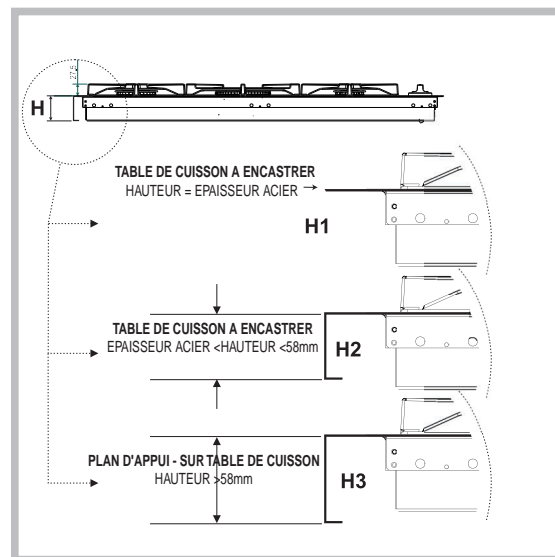
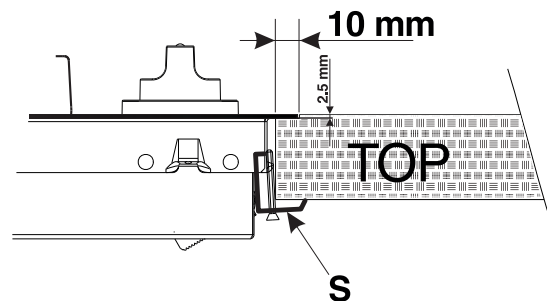
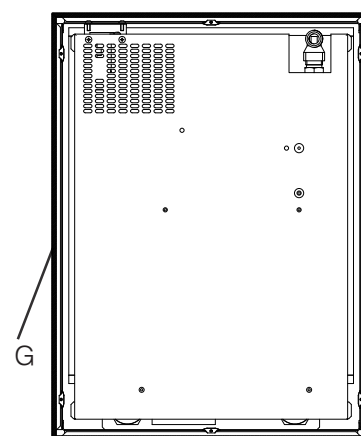
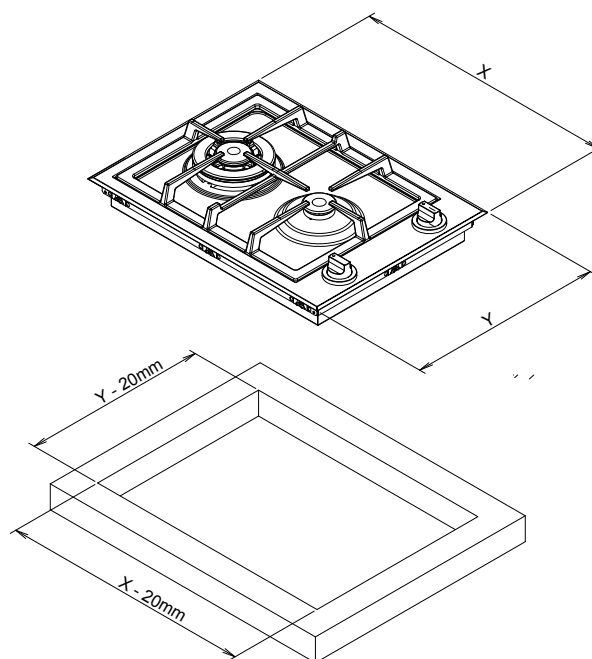

Fig.2
Fig.3a
Fig.3b
Fig. 3c
- 1- Tables à encastrer (Classe 3) pour type d'installation au ras du plan (voir figure 2 détail H1); dans ce cas il faut prévoir une découpe du plan ayant des dimensions correspondant à l'encombrement hors tout de la table, moins 2 cm de chaque côté, pour garantir 1cm d'appui de la table sur le plan de travail; pour pouvoir enfin encastrer la table au ras du plan, il faut abaisser la zone tout autour de la découpe (voir figure 3a) pour pouvoir y loger tant le bord de la table que le joint placé sous ce bord.
Avant de procéder à la fixation de la table sur le plan de travail, positionnez le joint G(fourni) sur tout le pourtour de la table comme illustré figure 3b. Pour fixer les tables au meuble, servez-vous des équerres fournies comme illustré (voir détail S figure 3a).
- 2- Tables de cuisson à encastrer (Classe 3) dont le bord a moins de 58mm de haut (voir figure 2 détail H2)(voir figure 3c); en cas d'installation sur un plan de travail, il faut prévoir une découpe suffisamment grande pour pouvoir y loger la boîte inférieure de la table de cuisson, veillez à laisser entre cette dernière et le plan en bois au moins 1 cm de vide sur tout le pourtour (le dessous de la boîte peut toucher). Pour la fixation des appareils, voir instructions fournies au point 1 ou consulter la notice d'instructions supplémentaire en cas d'applications spéciales.
3- Tables de cuisson à poser (Classe 1) dont le bord a plus de 58mm de haut (voir figure 2 détail H3); dans ce cas, la boîte inférieure de la table ne dépasse pas du bord de cette dernière même en cas de pose sur un plan de travail, il suffit dans ce cas de prévoir les trous pour le passage du tuyau d'alimentation du gaz et du cordon électrique.